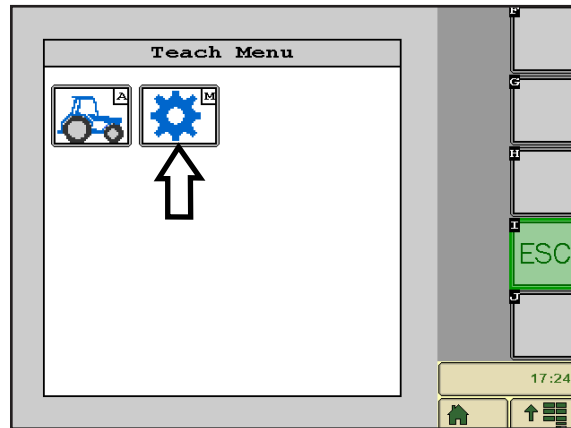

Fig. 12: Consultare il menu "Impostazioni di base"
Nel menu di configurazione, premere il simbolo dell'ingranaggio (M) per consultare le impostazioni di base (vedere Fig. 12).